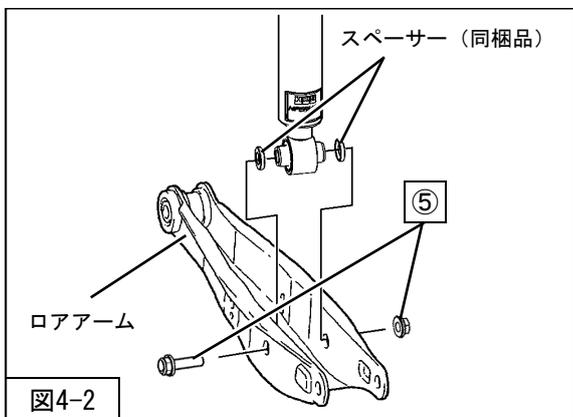
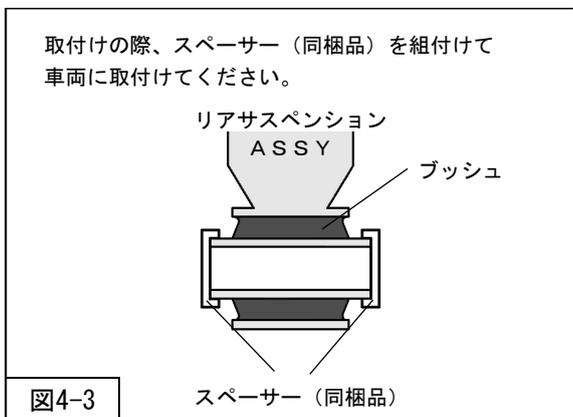
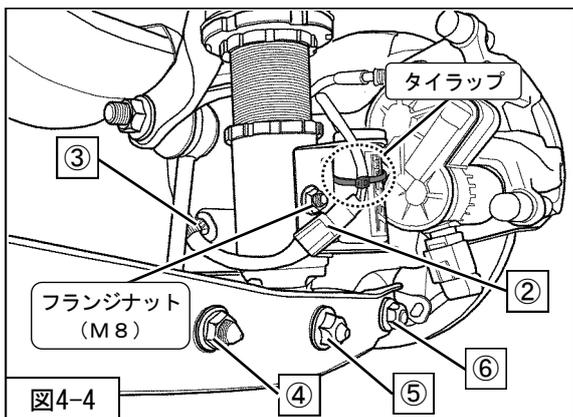

図4-2
図4-3
図4-4
を取付けてください。(図4-2・図4-3・図4-4)
を取付けてください。(図4-4)
を使用し、SECを取付けてください。(図4-4)
をSECを取付けてください。(図4-4)
に固定してください。(図4-4)
- 7. ③ハーネスクリップを取付けてください。(図4-4)
※SECを取付けない場合は、取外した②エレクトリックダンパーコネクタに防水を施し、リアサスペンションASSYにタイラップ等で固定してください。(図4-4)